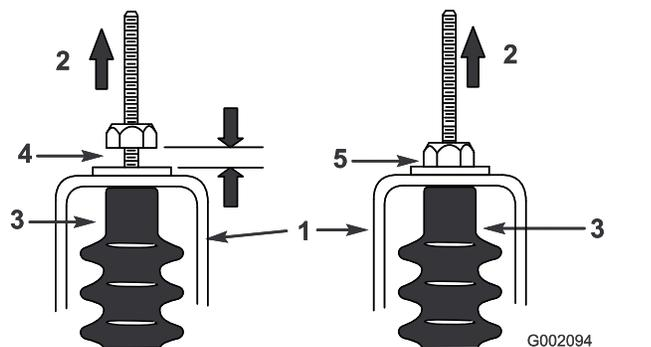

Figura 65
5. Tirate verso l'alto ciascun cavo del cambio e verificate che vi sia un gioco di 0,76–1,52 mm tra il dado con rondella e la staffa di folle (Figura 65).